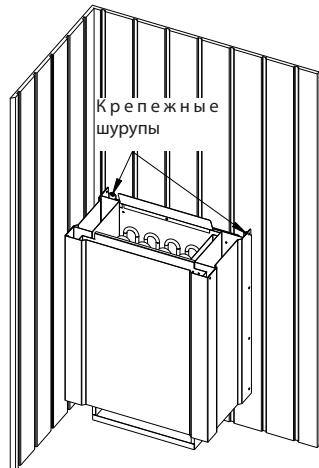

Рис. 4
3. Произведите подключения согласно схеме. Данную схему Вы найдете в настоящей инструкции (рис. 4).